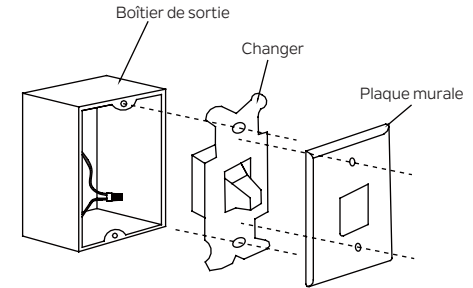

Fig. 24
Étape 1. Retirez la plaque murale existante et l'ancien interrupteur de la boîte de prise murale. Câblez les fils NOIR (chauds) avec le connecteur et repoussez à l'intérieur de la boîte de sortie. (Fig. 24)